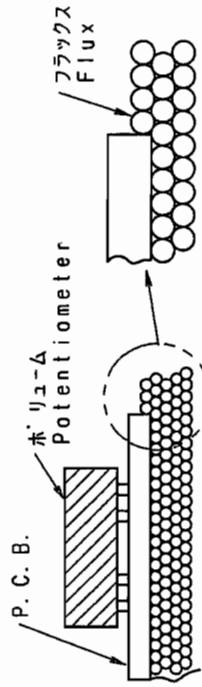

図1 (Fig.1)
(1) レバー位置 センター付近に設定願います。
(2) フラックス比量  $0.83 \pm 0.01$  (発泡式)
(3) フラックス高さ フォーム厚の板厚の半分の位置にフラックスの上面が接するレベル (図1)
A level of the upper face of flux for reaching the position at a half of the plate thickness of printed board. (Fig.1)